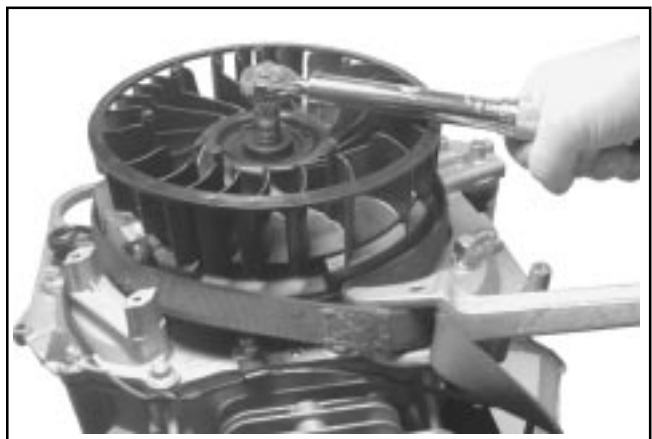

Figure 10-46. Serrage du volant.
5. Utiliser une clé pour volant ou un outil de maintien pour tenir le volant. Serrer les vis hexagonales au couple de **66,5 Nm (588 in. lb.)**. Voir la Figure 10-46.